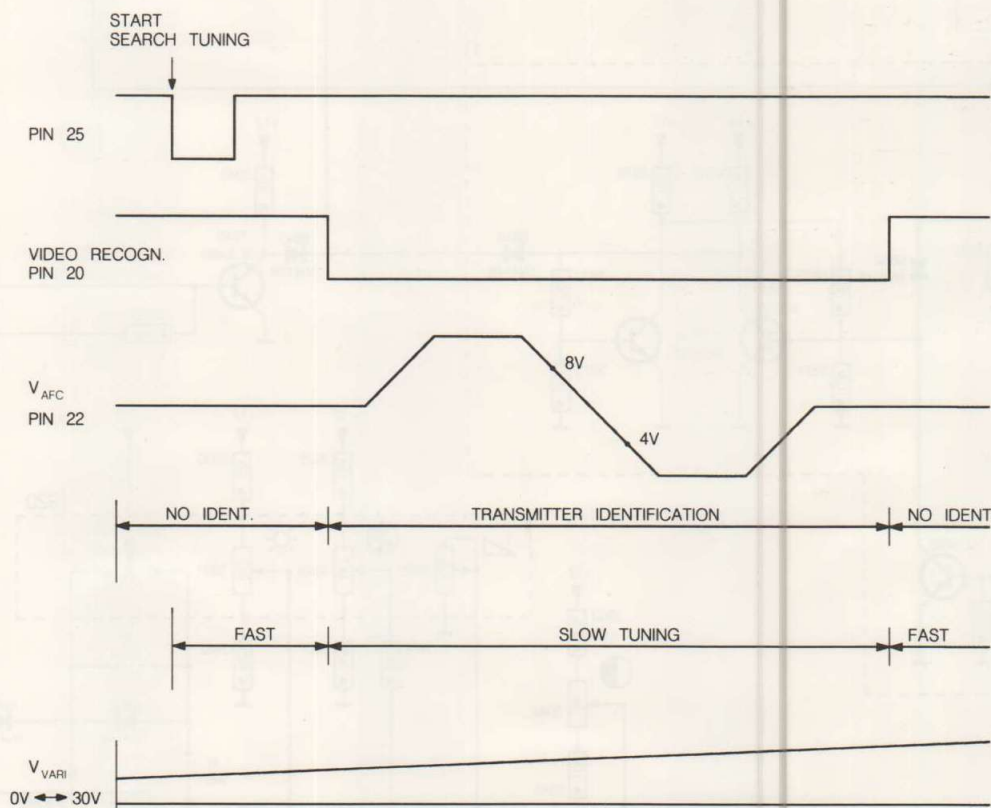

Fig. 15.4
15.4.6 Automatisch afstemmen (search tuning) (fig. 15.4)